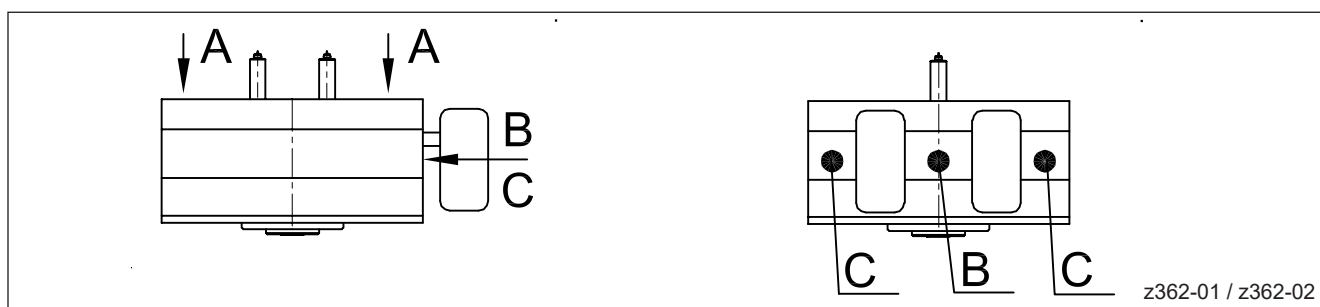

Abbildung 10: Mögliche Anschlagpunkte an einer Heißen Seite
- Heiße Seite (siehe Abbildung 10):